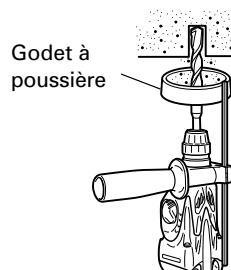
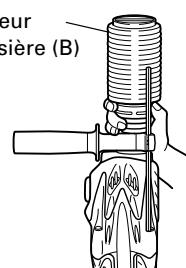

Fig. 4
Fig. 5
## 7. Lors de l'installation de la capuchon à poussière ou du collecteur de de poussière (B) (accessoires en option) (Fig. 4, Fig. 5)
Utiliser la capuchone à poussière en la fixant au foret comme montré dans la Fig. 4.
Lors de l'utilisation du collecteur à poussière (B), l'insérer par le bout du foret en l'alignant avec la rainure sur la poignée. (Fig. 5)